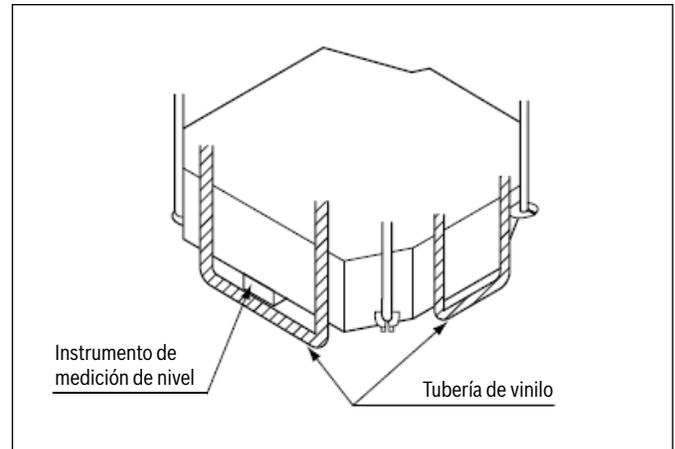

Figura 13
- ▶ Verifique si la unidad está nivelada en las cuatro esquinas con un instrumento de medición de nivel o un tubo de vinilo lleno de agua como se muestra en la figura 13.